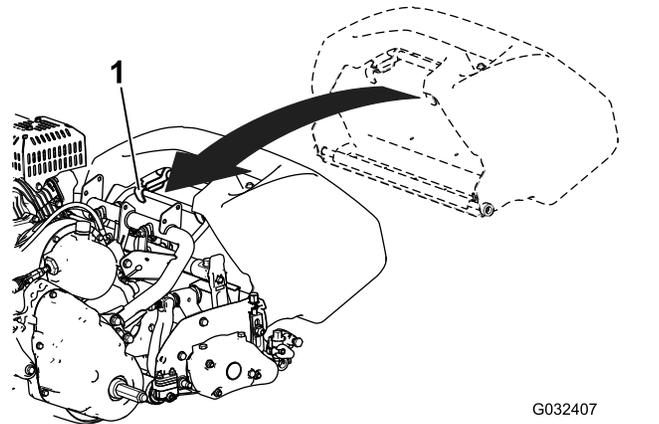

図 11
1. バスケットのハンドルをつかむ 図 11。
2. バスケットのリップ部をカッティングユニットの左右のサイドプレートの中央部に合わせて前ローラの上にセットする 図 11。
3. フレームループの上からバスケットを取り付ける 図 11。